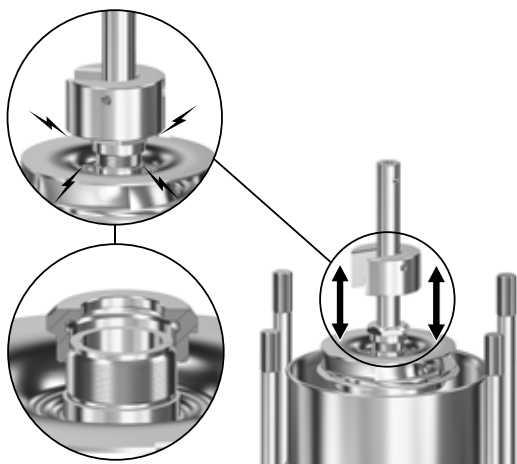

Рис. 24 Снятие рабочего колеса (49 или 49a) с помощью приспособления С
3. Ослабьте гайку для цанги (48) с помощью приспособления С, но оставьте ее завернутой на несколько оборотов на рабочем колесе (49 или 49a).
4. Установите приспособление I сверху вала насоса (51), чтобы не допустить повреждения паза вала. Учтите, что это относится только к верхней части вала с уменьшенным диаметром в сравнении с остальной частью вала.
5. **Для насосов с диаметром вала $\varnothing 22$:** поверните приспособление С и ударьте им по гайке для цанги (48), чтобы высвободить рабочее колесо (49 или 49a) из цанги (49b). См. рис. 24.